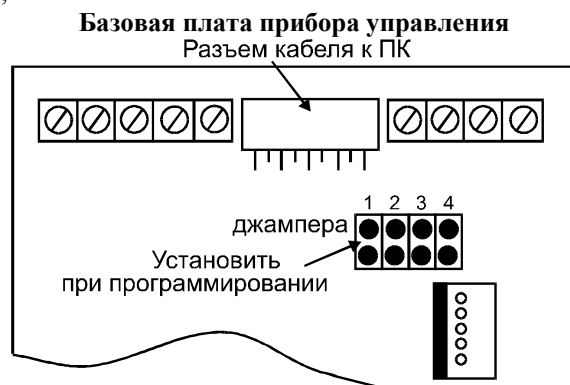

Рис.31
4. Установите джампер №1 (см. рис.31)